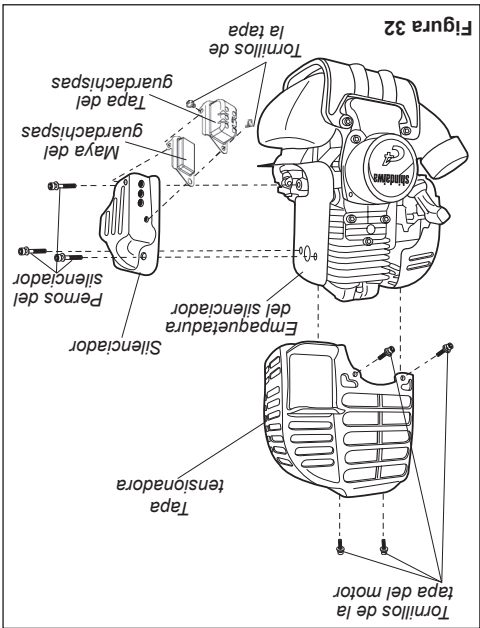

Figura 32
3. Con un destornillador de cuchilla plana retire los dos tornillos sosteniendo la maya guardachispas y la tapa del silenciador. Consulte la figura 32.
1. Con una llave hexagonal de 3 mm retire los tres tornillos de la tapa del motor y la tapa del motor. Consulte la figura 32.
2. Con una llave hexagonal de 3 mm retire los pernos del silenciador y el silenciador. Consulte la figura 32.